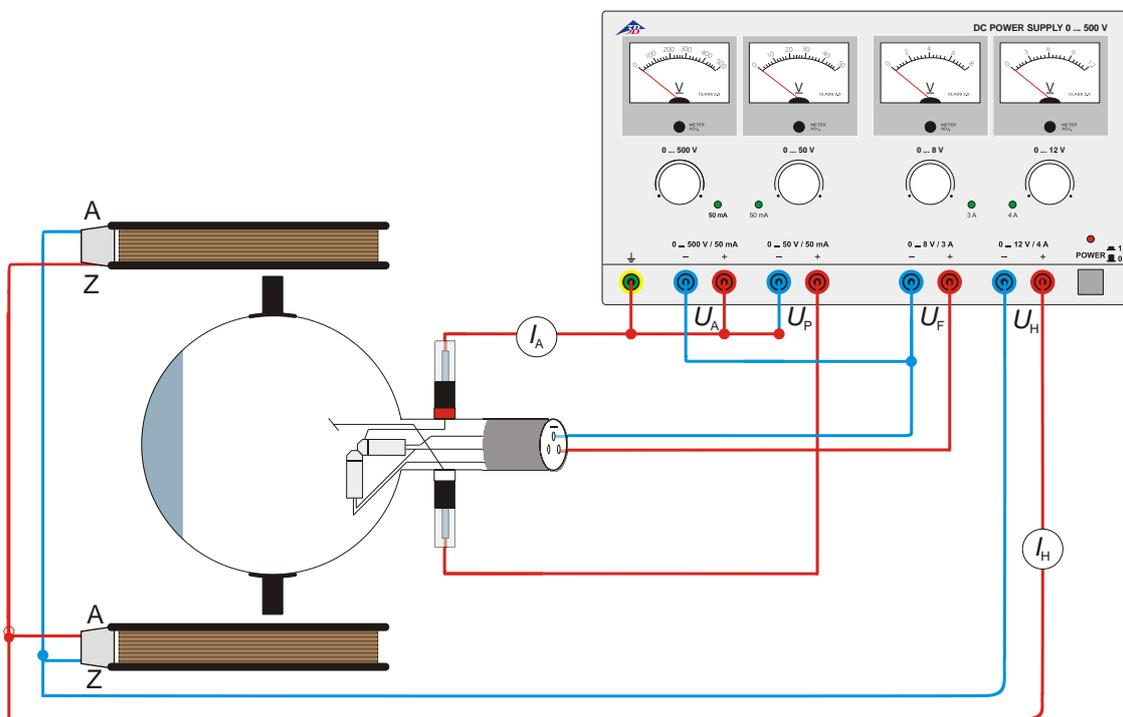

Fig. 5 Détermination de  $e/m$  avec le canon électronique perpendiculaire
- Procédez au câblage du tube comme le montre la figure 5.